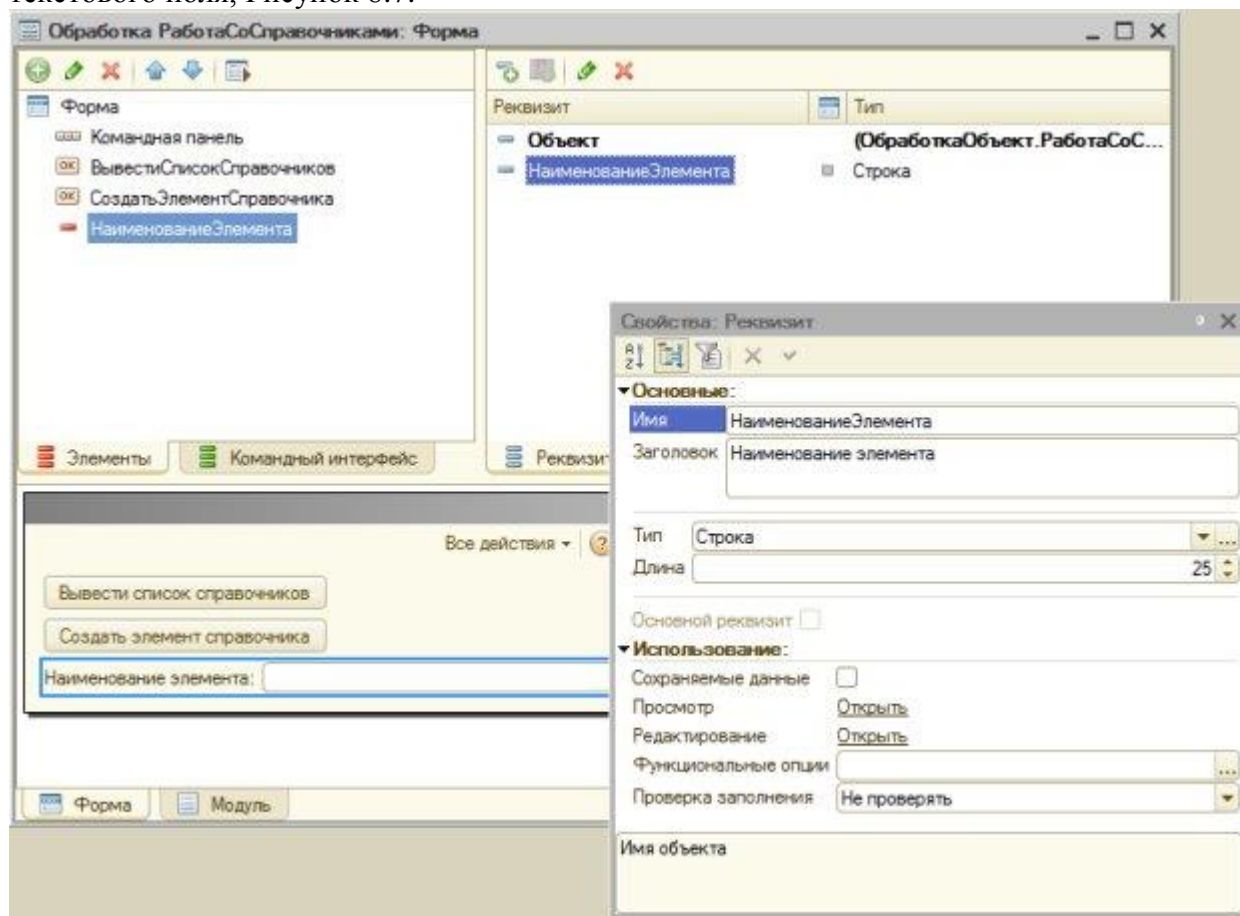

Рисунок 8.7- Настройка нового реквизита формы
6. Теперь нужно программно создать элемент справочника с заданными параметрами. На верхнем уровне типов данных, которые имеют отношение к справочникам, находится объект Справочники, имеющий тип СправочникиМенеджер. С его помощью можно обращаться к отдельным справочникам, через их объектыСправочникМенеджер. При работе с объектом типа СправочникиМенеджер используется свойство глобального контекста Справочники. Обращение к объектам СправочникМенеджер возможно по имени справочника, заданному в конфигурации. Мы собираемся программно создать элемент с наименованием, которое введет пользователь в форме обработки. Для этого добавим в список команд формы новую – назовем ее СоздатьЭлементСправочника, создадим ее процедуру, добавим ее на форму. Добавим новый реквизит в список реквизитов, назовем его НаименованиеЭлемента, зададим тип – Строка, длина 25, так же переместим реквизит в область Элементы – там он будет представлен в виде текстового поля, Рисунок 8.7.